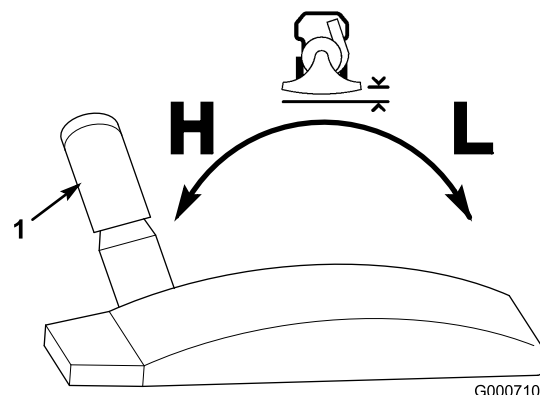

Figura 17
- Spostate in avanti il comando di regolazione dell'altezza per abbassare la scatola della presa d'aria, o spostatelo indietro per alzarla (Figura 17).